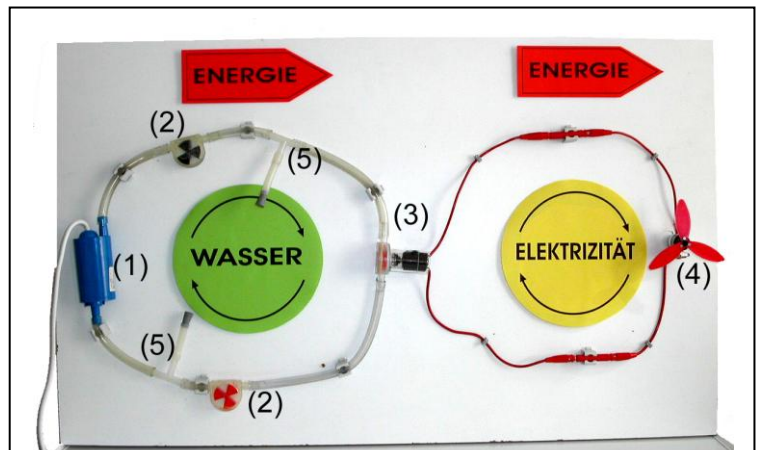

Abb. 1: hydraulischer Energie-Träger-Stromkreis
Beim vorhandenen Energie-Träger-Stromkreis (108.0700) wurde der hydraulische Stromkreis (Pumpe, Wassergenerator, Schläuche) (Abb.1) entfernt und durch das auch separat erhältliche Modul „Chemischer Energie-Träger-Stromkreis“ (108.0705) ersetzt, das aus Elektrolyseur (1), Brennstoffzelle (2) und Schläuchen besteht. Die Bezeichnungen  $H_2$  und  $O_2$  auf Elektrolyseur und Brennstoffzelle müssen beim Anschließen der Schläuche beachtet werden. Dabei ist darauf zu achten, dass die Schläuche an keiner Stelle geknickt sind! Mithilfe des dritten Schlauchs wird der „chemische Stromkreis“ geschlossen; dazu wird der  $H_2O$ -Ausgang der Sauerstoffseite der Brennstoffzelle mit dem für diesen Schlauch vorgesehenen Anschluss des Elektrolyseurs verbunden.
**Voraussetzungen:** Im Physikunterricht wurde ein allgemeiner Energiebegriff eingeführt: immer wenn sich etwas bewegt, wenn etwas geheizt wird, ... wird Energie benötigt, die Energie kommt immer irgendwo her, geht immer irgendwo hin. Außerdem wurden z.B. mithilfe des hydraulischen Energie-Träger-Stromkreises (Abb. 1) die Begriffe **Energie und Energieträger** differenziert und die zentralen Regeln formuliert:
Das Drehen des Propellers zeigt beim Energie-Träger-Stromkreis (Abb. 1) an, dass Energie übertragen wird, dass Energie vom Netzgerät zur Pumpe (1), zum Wassergenerator (3), zum Elektromotor (4) strömt. Von der Pumpe strömt die Energie mit dem Wasser bzw. mit dem Wasserstrom bis zum Wassergenerator, vom Wassergenerator dann mit der Elektrizität bzw. dem elektrischen Strom zum Lüfter. Für das Wasser bzw. die Elektrizität werden jeweils zwei Verbindungen (Schläuche bzw. Kabel) benötigt; Wasser und Elektrizität strömen im *Kreis*. Wasser und Elektrizität nehmen also einen *anderen Weg* als die Energie. Wasser und Elektrizität haben die Aufgabe eines „Energieträgers“: das Wasser wird in der Pumpe mit Energie beladen, es trägt die Energie zur „Turbine“ des Wassergenerators. Dort wird die Energie vom Wasser auf Elektrizität umgeladen. Das Wasser strömt zur Pumpe zurück, um dort von neuem mit Energie beladen zu werden. Entsprechend strömt die Energie vom Wassergenerator mit der Elektrizität zum Elektromotor des Lüfters... Weitere Ausführungen sind in [1] und in der Betriebsanleitung zum hydraulischen Energie-Träger-Stromkreis zu finden.